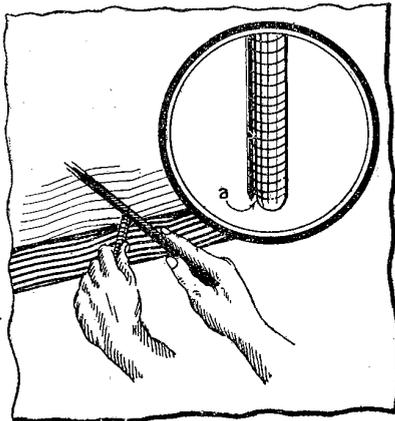

Figure 34
- B) Les mèches à cuiller (fig. 34) ;
Affûtage des mèches creuses dites cuiller. — Ceci ne demande pas beaucoup d'attention : il suffit d'un coup de tiers-point de bien dégager l'ergot *a* puis avec une pierre à huile d'affiler l'arête curviligne de la cuiller (fig. 34).